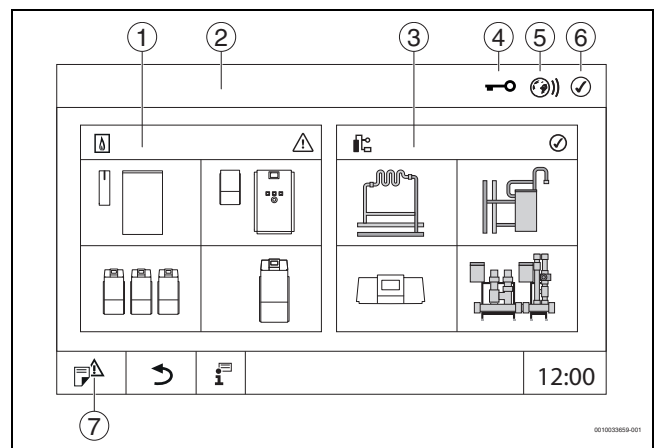

Fig. 11 Aperçu du système (exemple)
- Appuyer sur **Système** (→ figure 11, [3], page 13).